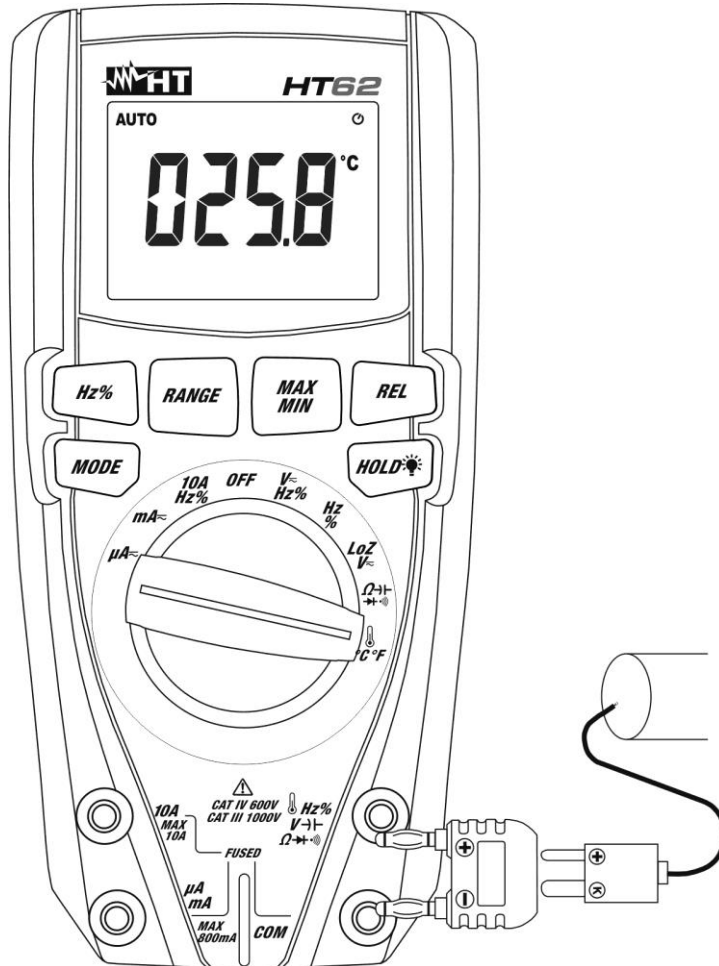

Fig. 9: Uso del instrumento para medida de Temperatura
3. Inserte el adaptador en dotación en los terminales de entrada  $\text{Hz}\% \text{V} \rightarrow \Omega \rightarrow \text{V} \rightarrow \text{Hz}\%$  (polaridad +) y **COM** (polaridad -) (vea Fig. 9)